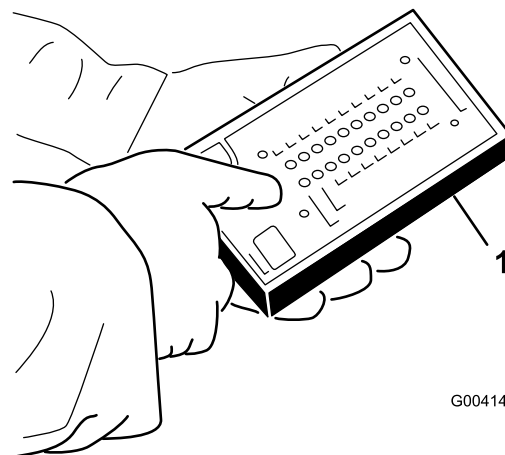

図 42
5. ハーネスのコネクタ 図 42 に ACE テスターを接続する